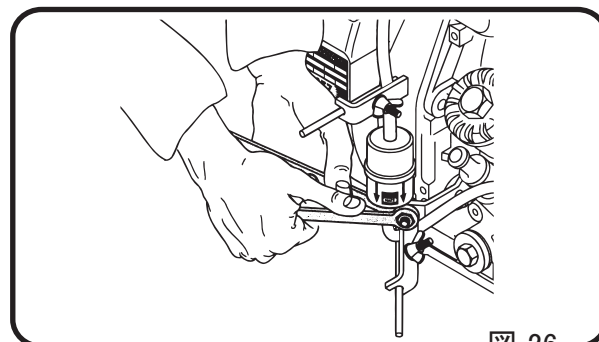

図 26
- 2 燃料フィルターを固定しているボルトを取り外してください。(図26)